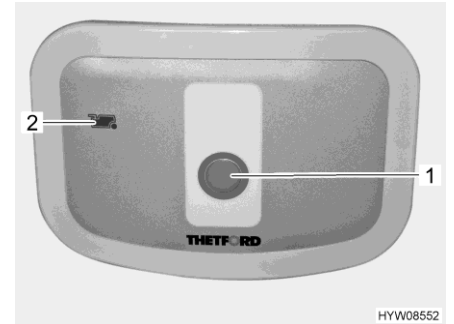

Fig. 218 Botón del inodoro/luz de control (inodoro Thetford)
- Para lavar, pulsar el botón del inodoro azul (Fig. 218,1).
La luz de control (Fig. 218,2) se enciende cuando es necesario vaciar el depósito de aguas fecales.